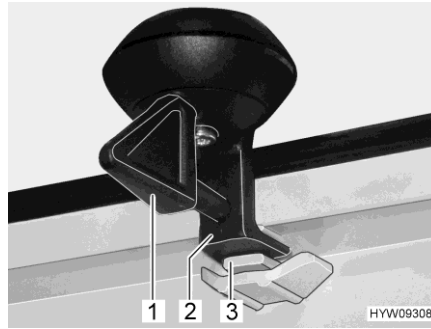

Fig. 82 Bloccaggio (posizione di ricircolo d'aria)
- Ruotare la leva (Fig. 82,1) di un quarto di giro. Il bloccaggio (Fig. 82,2) deve entrare nella rientranza superiore (Fig. 82,3).